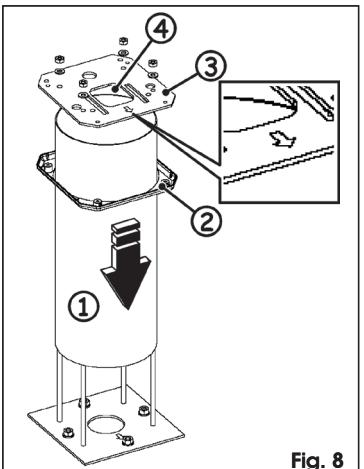

Fig. 8
- Positionner le tube de support, Fig. 8 réf. ①, sur la plaque de fondation.
- Introduire le carter en plastique, Fig. 8 réf. ②, et le laisser posé au sol.
- Positionner la plaque supérieure, Fig. 8 réf. ③, en faisant passer les câbles de connexion dans la flasque carrée, Fig. 8 réf. ④, et les faire sortir sur une longueur d'au moins 600 mm.